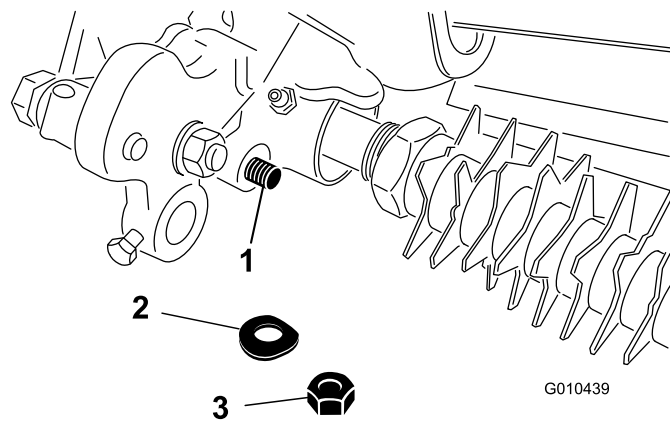

Figure 29
4. Enlevez le contre-écrou et la rondelle Belleville qui fixent le bout de la tige du bras de hauteur de coupe à l'entraînement du groomer (Figure 29).